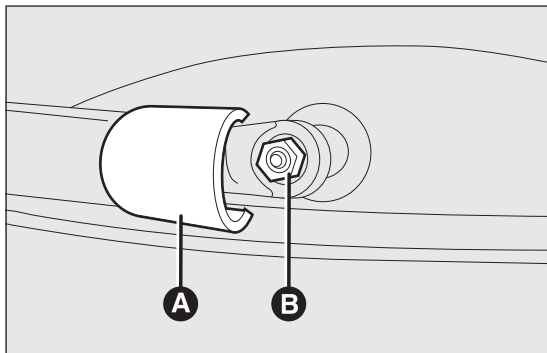

fig. 159
- soulever la protection A fig. 159 et démonter le bras de la voiture, en dévissant l'écrou B fig. 159 qui le fixe à l'axe de rotation ;